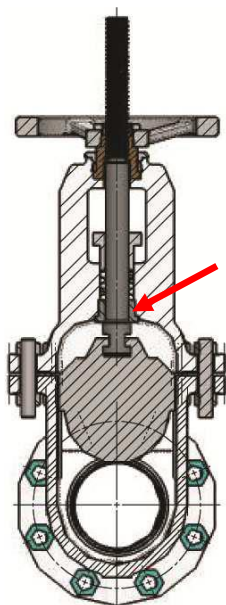

Figura 01
- Abrir totalmente a válvula conforme figura 01;